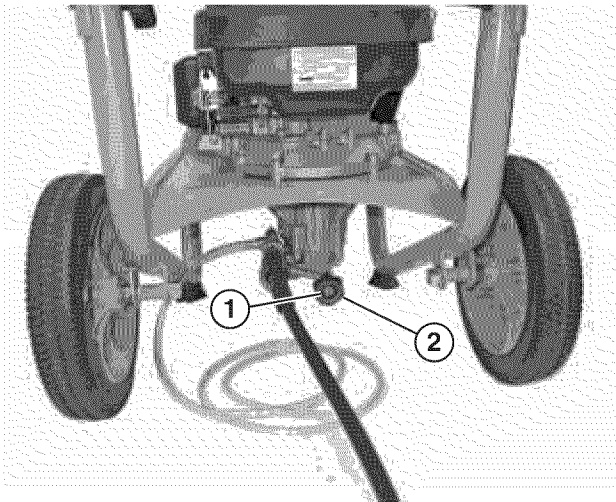

Figura 17 – Conexión de agua
2. Examine el cedazo para entrada de agua para asegurar que esté en su lugar y sin restos de basura (ver Figura 17). No opere la hidrolavadora con un cedazo para entrada faltante o dañado.
3. Use la manguera más corta posible para completar el trabajo al alcance de la mano. Al usar una manguera más larga podría afectar el desempeño. Conecte una manguera de jardín que no sea superior a 50 pies (15.2 m) para el casquillo de entrada de agua (ver Figura 17).